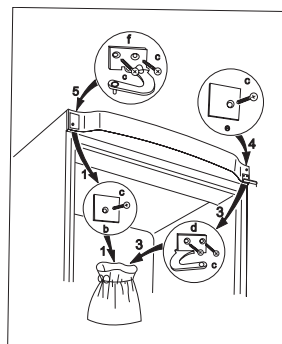

Fig. 1
- Retirez la charnière de porte supérieure gauche (f) et la plaque (c) du sachet en plastique et fixez à l'aide des vis (c) (Fig. 1).